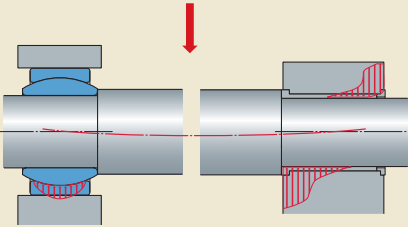

Bild 4
- Aufnahme der Verformungskräfte von anliegenden Komponenten im laufenden Betrieb (→ **Bild 4**)